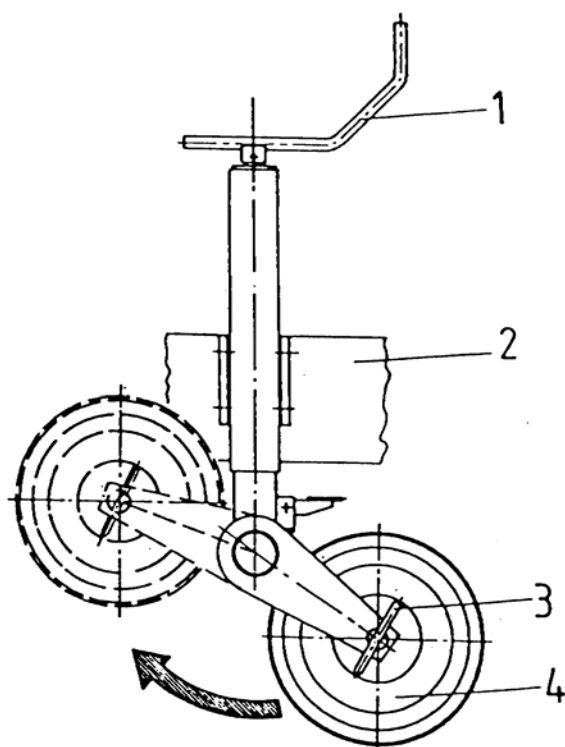

Bild 11: Stödhjul
3. Vik ner stödhjulet med hjälp av pedalen och vik det bakåt för hands (se bild 11)